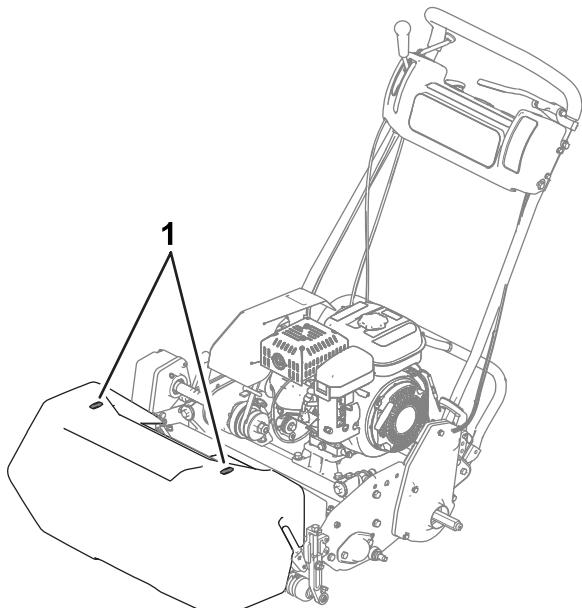

Bild 22
- Verwenden Sie die Ausrichtungsstreifen am Grasfangkorb (Bild 22), damit Sie in einer möglichst geraden Linie über die Grünfläche